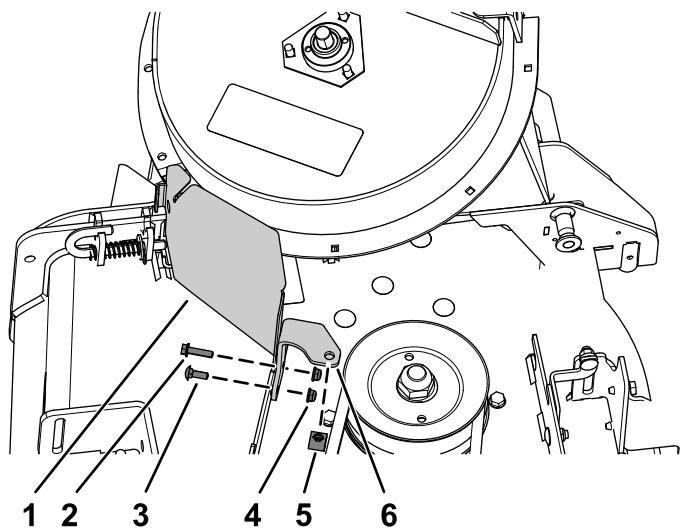

Figura 12
- Alinee los taladros del protector de la polea (CE) con el taladro del soporte del deflector delantero y el taladro exterior de la pestaña delantera de la carcasa (Figura 12).
2. Instale el soporte de la cubierta de la correa (CE) en los taladros de la parte trasera de la pestaña delantera de la carcasa (Figura 12).
3. Sujete el protector de la polea (CE) y el soporte de la cubierta de la correa al orificio exterior de la pestaña delantera de la carcasa con el perno de cabeza hexagonal (1/4" x 1") y una tuerca con arandela prensada (1/4"), según se muestra en Figura 12.
4. Sujete el soporte de la cubierta de la correa al orificio interior de la pestaña delantera de la carcasa con un perno de cuello cuadrado (1/4" x 3/4") y una tuerca con arandela prensada (1/4"), según se muestra en Figura 12.
5. Alinee la tuerca rápida con el taladro de la parte superior del soporte de la cubierta de la correa (CE), y coloque la tuerca rápida a presión en el soporte (Figura 12).